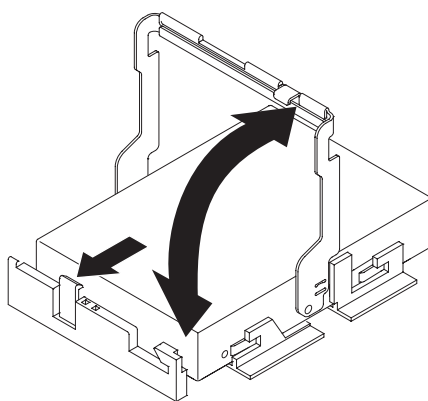

Figura 47. Levantando a alça da unidade
- a. Levante a alça da unidade para a posição vertical, conforme mostrado na Figura 47.